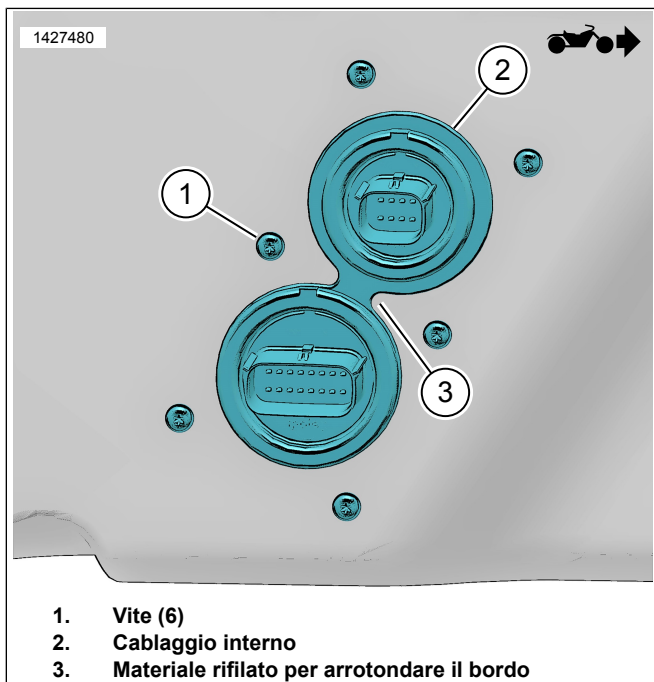

Figura 3. Cablaggio interno
- d. Vedere la figura 3. Rifilare il materiale per arrotondare il bordo (3).
11. Vedere la figura 3. Installare il cablaggio interno (2).